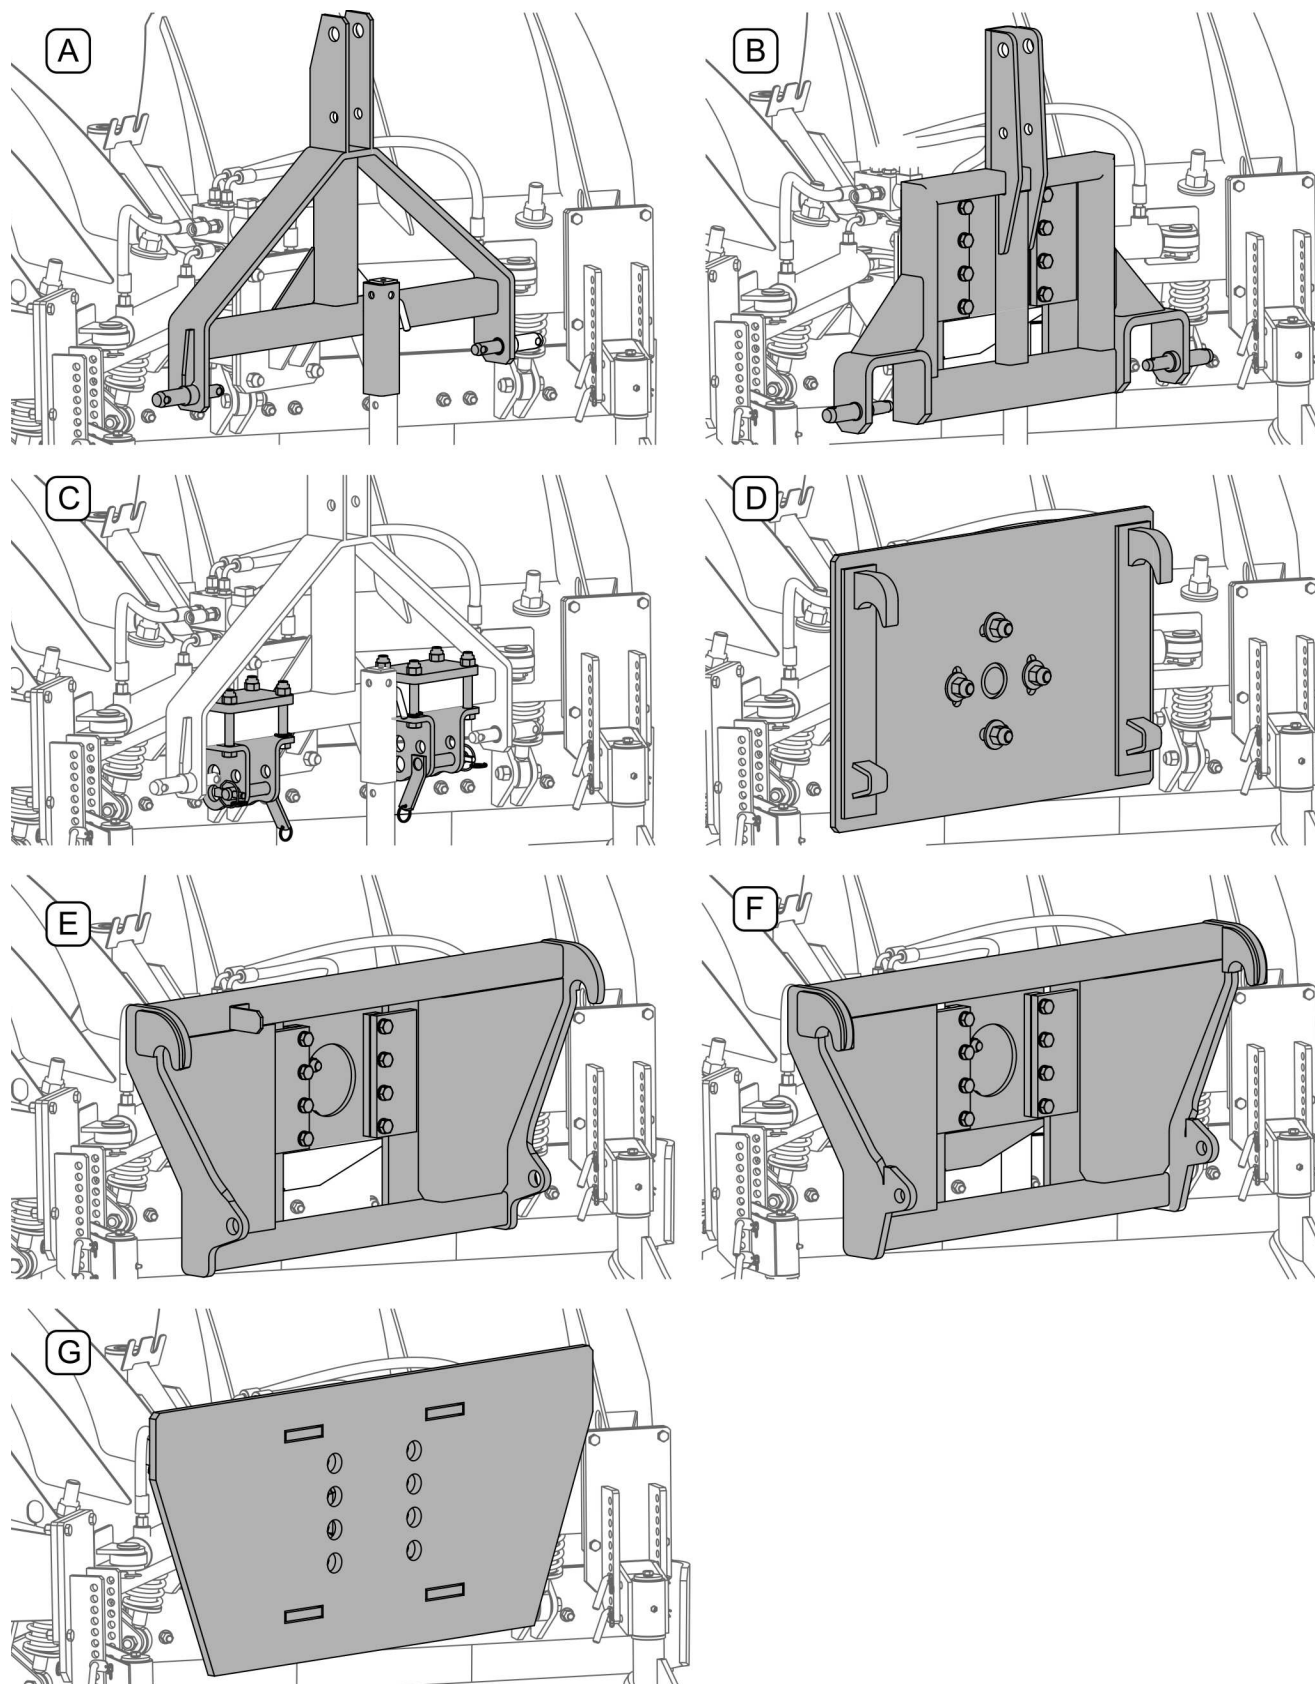

FIG 4.1 Typer af ophængssystemer
når den er koblet fra bærende køretøj. Eventuelt kan PU-1700/PU-2100 ploven være forsynet med glideplader (10) og andre ophængssystemer, fx til frontlæsser LC-1650 eller med fastgørelsesbeslag af EURO type, svingbart 3-punkts ophæng (FIG. 4.1)
Plove forsynet med "stive" ophængssystemer A, C, D (FIG 4.1) må udelukkende monteres til bærende køretøjer forsynet med styring med en flydesektion.